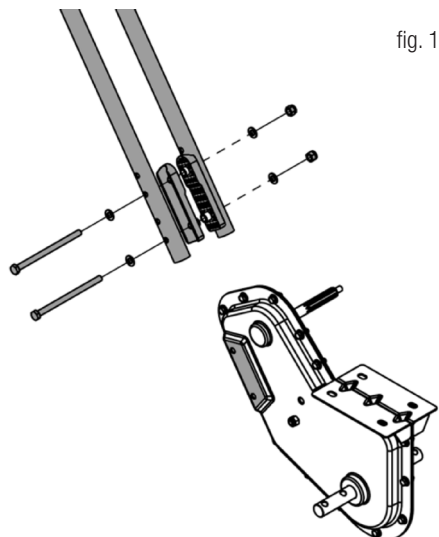

fig. 1
1. Montez la partie inférieure du guidon. Utilisez les supports et les boulons fournis. Vous pouvez choisir entre 2 hauteurs de guidon différentes fig. 1.